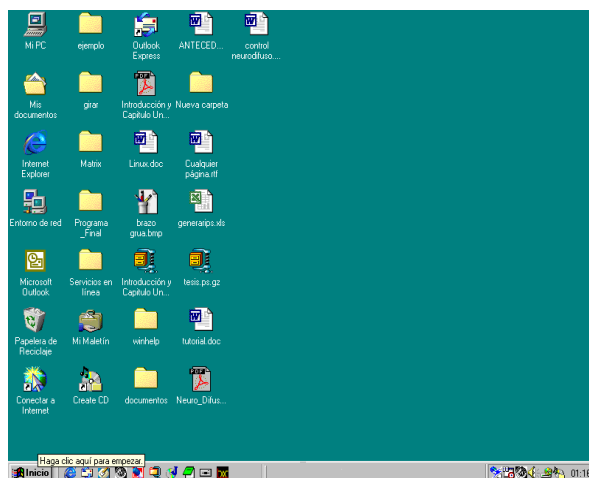

Figura 1. Pantalla de inicio
Paso 1: De clic con el botón izquierdo del mouse en el botón “Inicio” que se encuentra en la parte inferior izquierda de la pantalla. Como se muestra en la Figura 1.